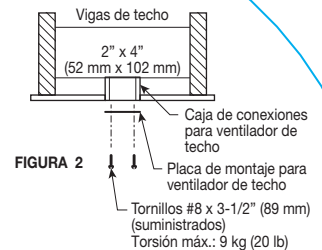

FIGURA 2
- 4) Monte la placa de montaje del ventilador de techo en la parte inferior de la caja de conexiones del ventilador de techo, utilizando los dos tornillos #8 x 3-1/2" (incluidos), vea la figura 2. **Se deben utilizar los tornillos suministrados.** Los tornillos pasan a través de la placa de montaje del ventilador de techo, a través de los agujeros de paso a cada lado de la caja de conexiones del ventilador de techo, y se atornillan en la madera 2" x 4". Apriete los tornillos firmemente.